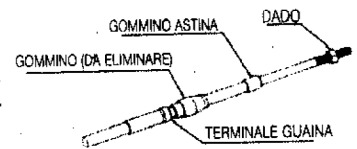

Fig. 1
1. Von der Kabelklemme auf der Motorseite die Mutter, den Kontakthebelgummi und den Gummi des Klemmenmantels entfernen. **Abb. 1**